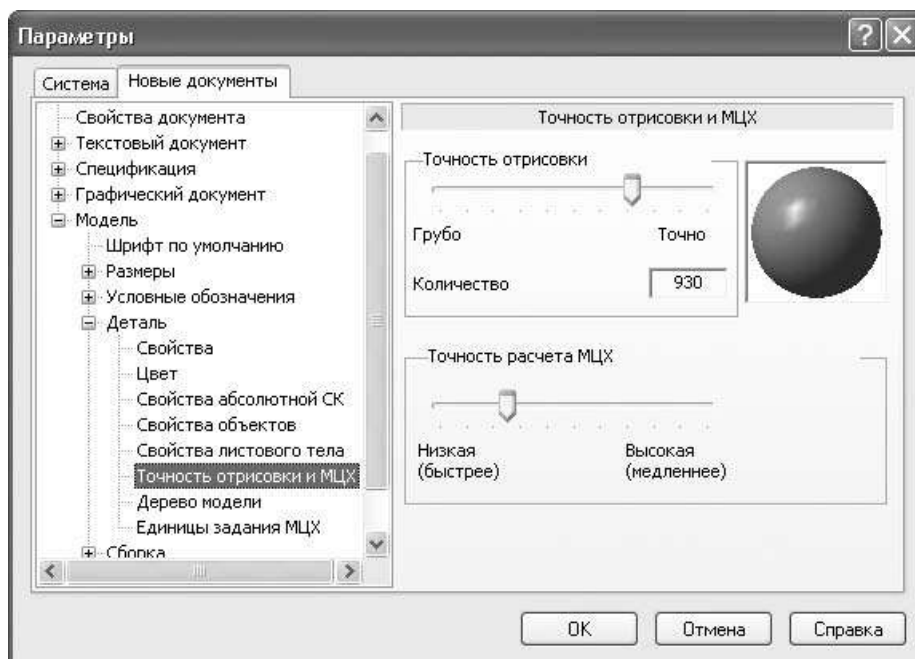

Рис. 1.68. Настройка точности отрисовки и МЦХ модели
- **Деталь** – позволяет изменять свойства (обозначение, наименование, материал) и цвет детали. Кроме того, здесь можно задать цвет, которым будет отображаться тот или иной тип трехмерных объектов (вспомогательная геометрия, поверхности, формообразующие операции), импортированный в деталь или созданный средствами КОМПАС-3D. Однако менять стандартные настройки не рекомендуется, так как это приведет к специфическим изменениям внешнего вида детали. Это может помешать другим пользователям, работающим с вашей деталью. Очень важным параметром настройки отображения модели является точность отрисовки и масс-центровочных характеристик (рис. 1.68). Чем выше точность отрисовки, тем медленнее работает система, но тем лучше представление объектов трехмерного документа. Следует, правда, отметить, что влияние этого параметра на быстродействие системы КОМПАС не столь ощутимо (за исключением больших сборок), поэтому я рекомендую всегда устанавливать максимальную точность отрисовки;